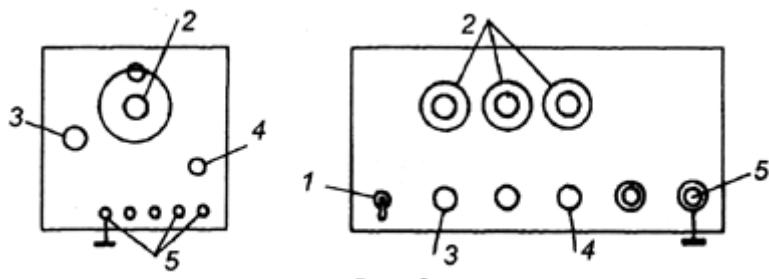

Рис. 2
**2. Генератор переменного напряжения (рис. 2 а, б)**